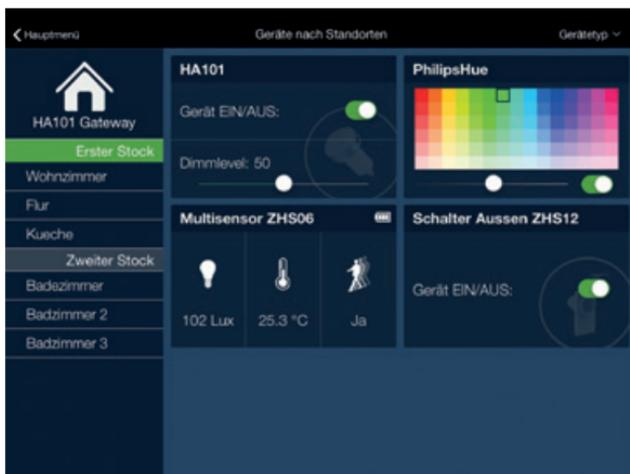

Abb. 21
5. Jedes Gerät kann über ein eigenes Symbol in der Mitte der Applikation dargestellt und gesteuert werden. (siehe Abb. 21)